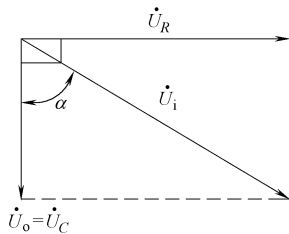

图 9-69 第四步示意图
4) 第四步画出平行四边形。从 RC 滞后移相电路中可以看出, 输入信号电压  $\dot{U}_i = \dot{U}_R + \dot{U}_C$ , 这里是矢量相加, 要画出平行四边形, 再画出输入信号电压  $\dot{U}_i$ , 如图 9-69 所示。